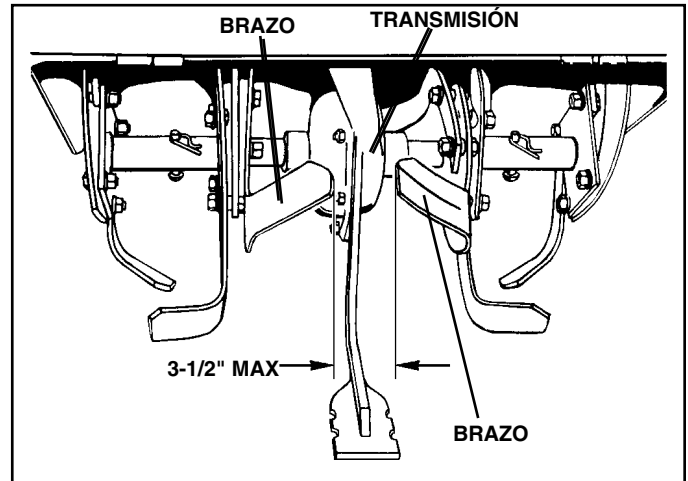

FIG. 25
- Los brazos nuevos tienen que montarse según se muestra en la Fig. 25. Los bordes de los brazos afilados rotarán hacia atrás desde arriba.